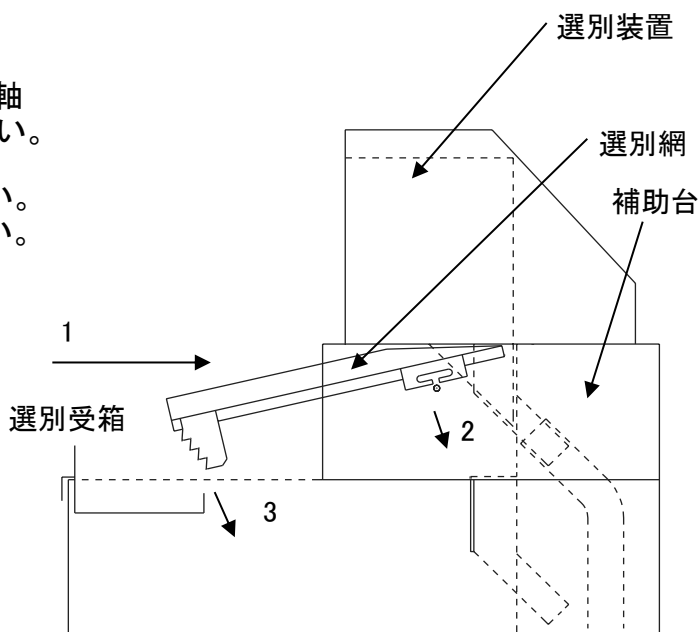

図4.断面図
(P26図2、図4参照)
- 7.選別網を取り付軸に掛けて、選別受箱で適当な傾斜角度に保持して下さい。角度は、4段階調節できます。(P26図2、図4参照)